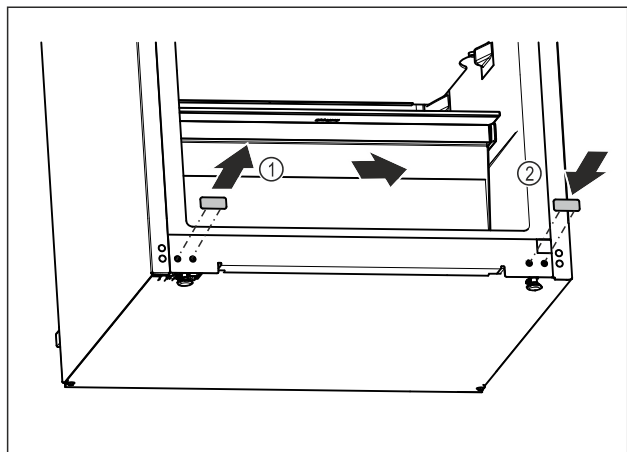

Fig. 19
- ▶ Извлеките заглушку. Fig. 19 (1)
- ▶ Установите заглушку на противоположной стороне. Fig. 19 (2)